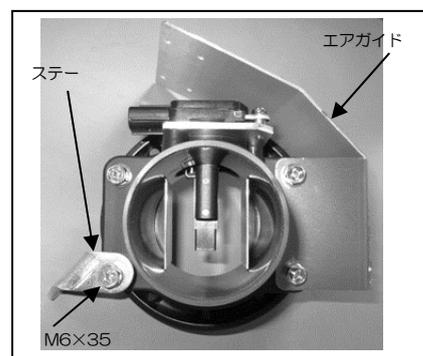

図 6
- ③組み立てたエアフロアダプターASSYへアダプター、整流プレート、ヒートプレート、ステーを取り付けます。(図 6、7、8 参照) ※ステー取り付け部は M6×35 を使用し、間ヘスペーサー15mm を挟みます。それ以外の固定には M6×15 を使用します。※整流プレートはエアフロアダプターとアダプターの間ヘ挟み込み、ボルトで固定します。